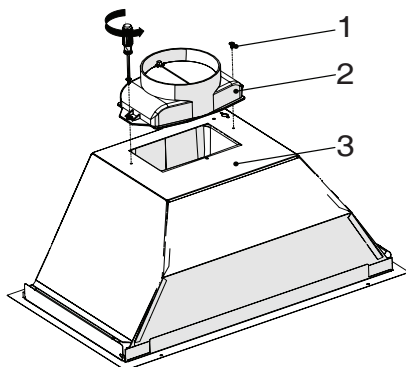

Рис. 8
- Прикрутите пластиковый воздуховод из упаковки к корпусу прибора с помощью 2 винтов 3,5 x 9,5. (Рис. 8) Следите, что он не терся о поверхность. Рис. 8